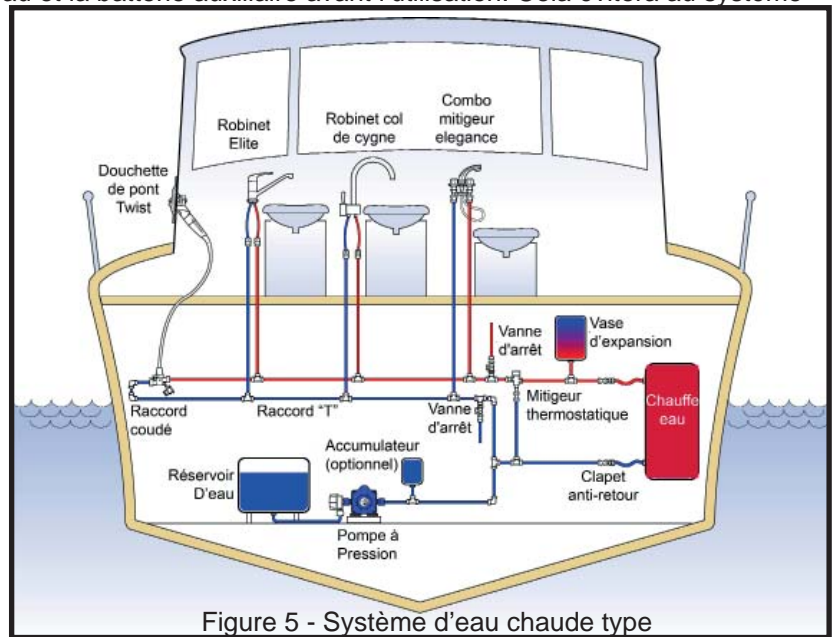

Figure 5 - Système d'eau chaude type
- Le mitigeur thermostatique peut être installée sur chaque sortie ou en tant que contrôle centralisé dans un système d'eau chaude. (voir la Figure 5).